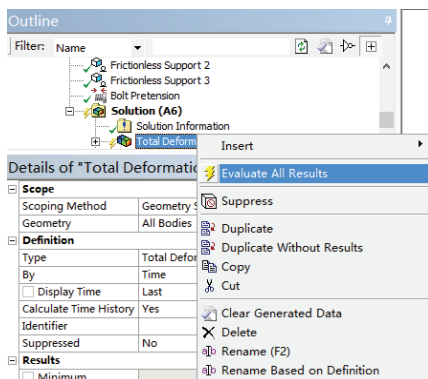
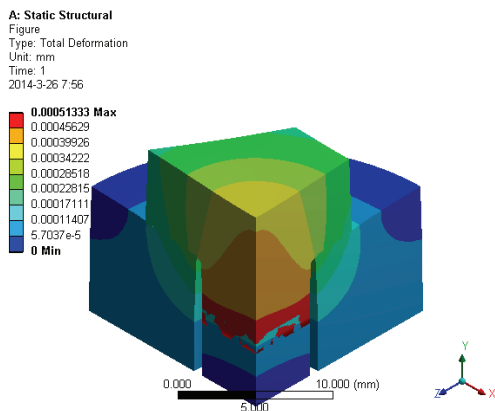

图 8-30 求解变形图
图 8-31 变形云图
4) 在 Outline 树结构图 Total Deformation 上单击右键，在弹出的快捷菜单中选择 Evaluate All Results，如图 8-30 所示，此时进行求解，求解后得到的图形如图 8-31 所示。